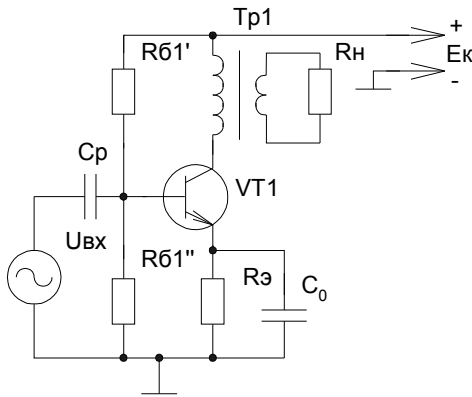

Рис. 249
**1) Однотактный выходной трансформаторный каскад.** Однотактный выходной трансформаторный каскад работает в режиме класса А. В виде коллекторной нагрузки он имеет первичную обмотку согласующего трансформатора (смотрите рисунок 249).